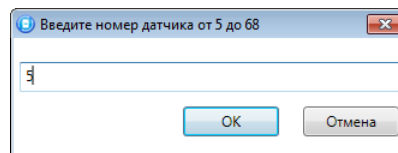

Рис. 5.27. Ввод номера радиоустройства
2. В открывшемся окне укажите номер радиоустройства из числа еще не занятых в нумерации шлейфов и радиоустройств (в указанном диапазоне) и нажмите кнопку *OK* (Рис. 5.27).